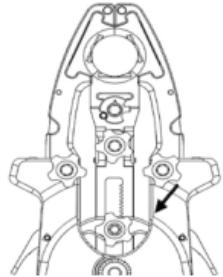

Figure 7
- Une fois les lames installées, approchez la position des lames en ramenant les lames à leur position neutre de départ (Figure 7). *Remarque : Lorsqu'elles sont en position neutre de départ, les lames doivent former un cercle complet à la base.*